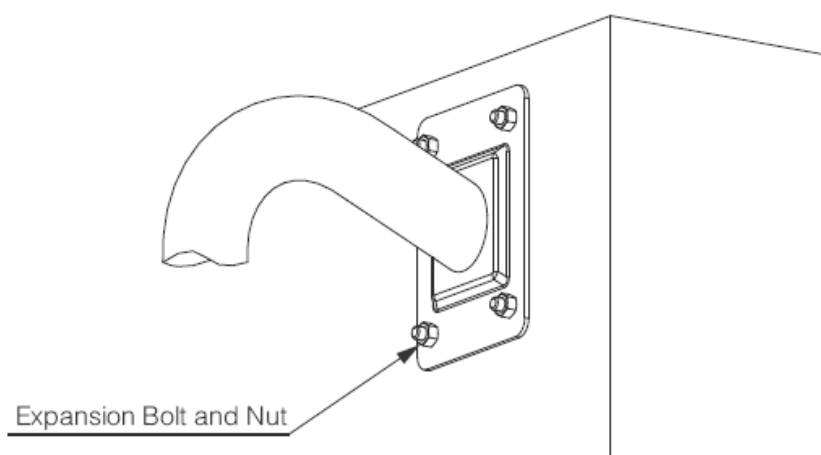

Рисунок 3-3
- 3) Прodelайте отверстия в стене в соответствии с установочными отверстиями в нижней части кронштейна для настенного крепления. Убедитесь в том, что кабельный вывод кронштейна обращен к отверстию в стене. Вставьте распорные дюбели (в комплект не входят) в проделанные отверстия. Присоедините композиционный кабель и проведите его через отверстие в стене. Для крепления кронштейна на распорных дюбелях в стене используйте четыре болта с шестигранной головкой и плоские шайбы. Смотрите Рисунок 3-3.